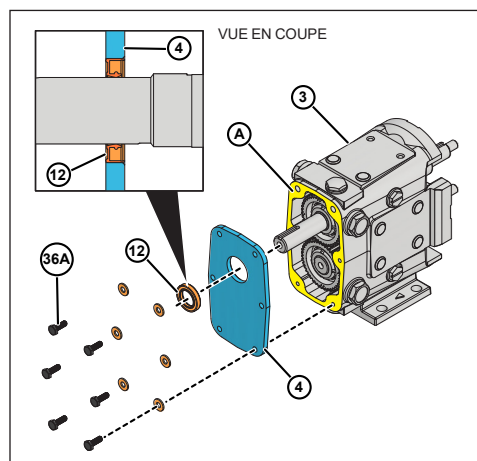

Figure 96 - Orientation du joint d'huile
1. Lubrifiez le diamètre intérieur d'un nouveau joint d'huile (12).
2. Enfoncez le nouveau joint d'huile (figure 96, élément 12) dans le couvercle du carter d'engrenage (élément 4) en affleurant la face extérieure, le ressort étant orienté vers l'intérieur.
3. Appliquez du mastic silicone (A) à l'arrière du carter d'engrenage (3). (Le ruban d'étanchéité Gore-Tex® peut être utilisé sur les modèles sans silicone). Placez le ruban à l'intérieur des trous de vis. (Figure 96, élément A).